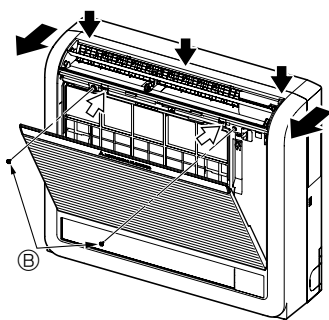

Fig. 3-3
- 1) Πιέστε τα 2 σημεία που υποδεικνύονται από τα βέλη ➔ και ανοίξτε τις μπροστινές γρίλιες. (Fig. 3-3)